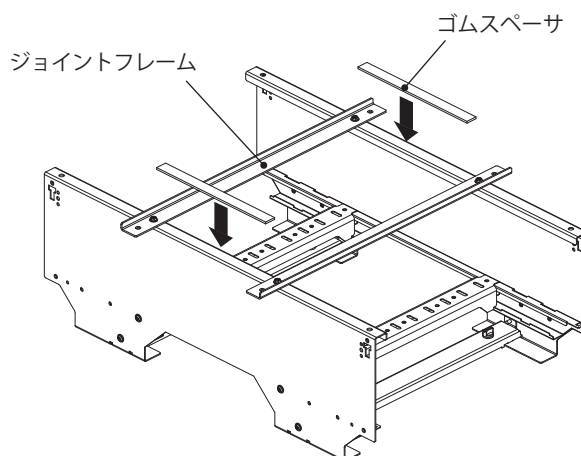

図 2
2. ゴムスペーサをジョイントフレーム間に貼付けてください。(図 2)